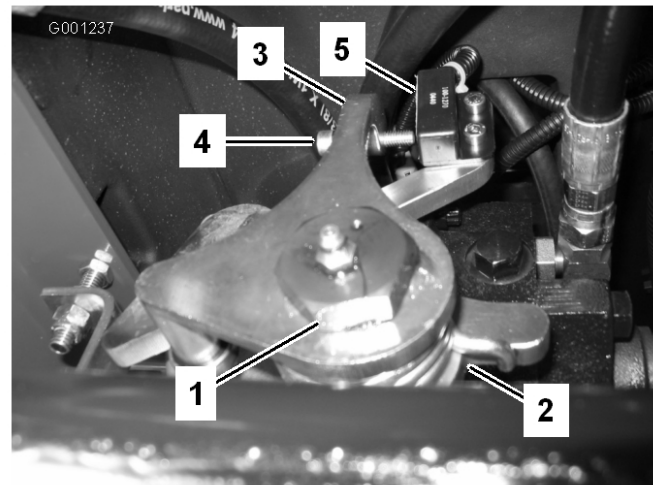

Bild 57
3. Lösen Sie die Befestigungsschraube gegenüber der Einstellnocke des Fahrtriebs (Bild 57).
7. Stellen Sie die Schraube am Neutral-Rücklaufarm (Bild 57) ein, bis der Abstand zwischen dem Schraubenende und dem Schalterkontakt 0,090 bis 0,12 Zoll beträgt.